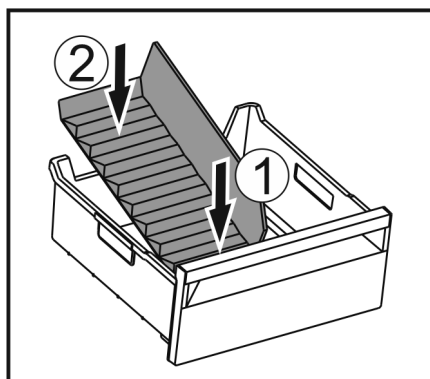

Fig. 222
- Vorderen Teil des Eisfach-Trenners einsetzen. Fig. 222 (1)
- Hinteren Teil des Eisfach-Trenners bis zum Schubfachboden absenken. Fig. 222 (2)